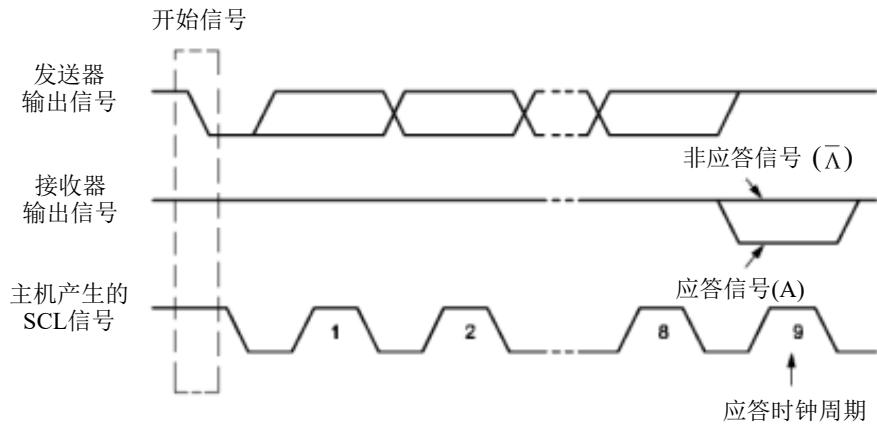

Figure 15-5 IIC 总线的应答信号
**重新开始信号 (Repeated START):** 在 IIC 总线上, 由主机发送一个开始信号启动一次通信后, 在首次发送停止信号之前, 主机通过发送重新开始信号, 可以转换与当前从机的通信模式, 或是切换到与另一个从机通信。如 Figure15-5 所示, 当 SCL 为高电平时, SDA 由高电平向低电平跳变, 产生重新开始信号, 它的本质就是一个开始信号。